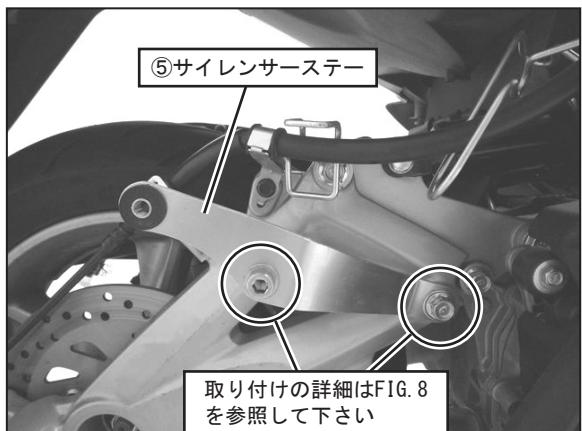

FIG. 7
8. ⑤サイレンサーステーを⑪キャップボルトM10×25 P1.25、⑫平ワッシャM10×22、手順7で外した純正ボルト、純正ワッシャを使用して車両に規定トルクで締め付けて下さい。（FIG. 7, 8 参照）